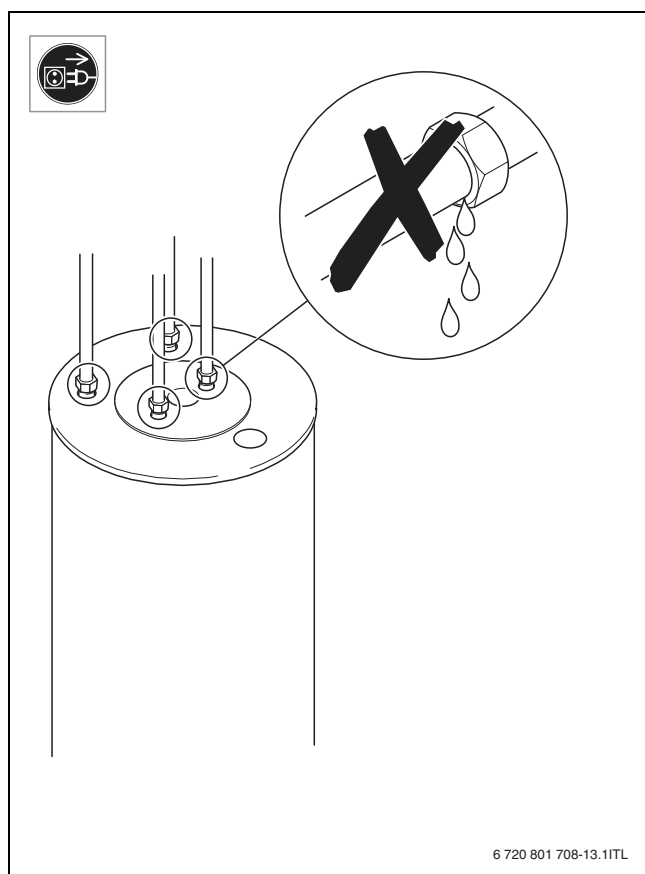

Fig. 12
- После нового заполнения проверьте отсутствие протечек (→ рис. 12, стр. 55).